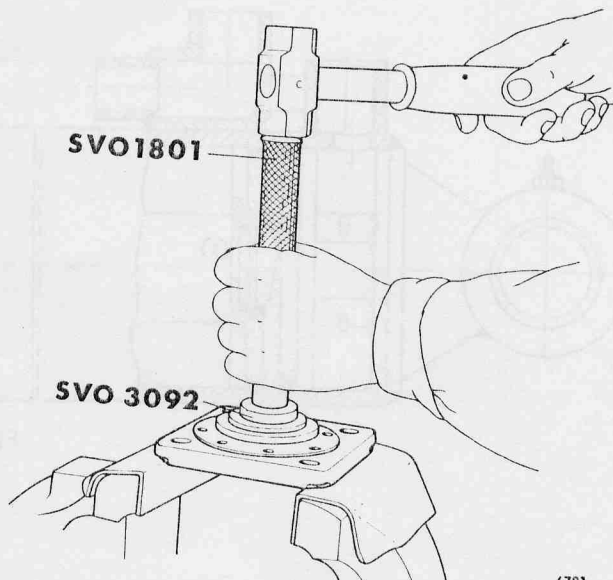

Fig 180. Montering av tätningssringar.
32. Montera tätningsringarna 1 och 2, se fig 180.